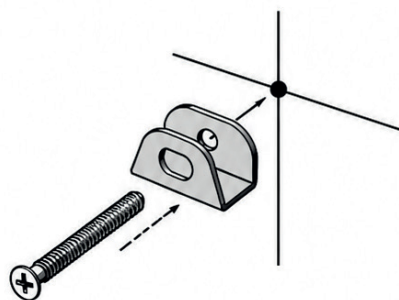

Fig6
8. "Mijn profiel" is de sectie waar gebruikers hun persoonlijke informatie kunnen beheren. De belangrijkste informatie is als volgt (zie afbeelding 6):